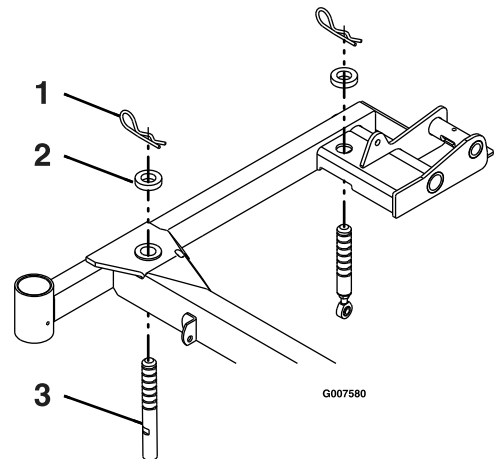

Figura 77
- Compruebe que todas las chavetas están en los taladros de altura de corte de 7,62 cm con los espaciadores debajo de las chavetas (Figura 77).
- Acorte o alargue cada pasador de soporte de la carcasa de corte para obtener una altura de la punta de la cuchilla de 7,62 cm en la parte delantera de la carcasa y de 8,26 cm en la parte trasera de la carcasa (Figura 77).